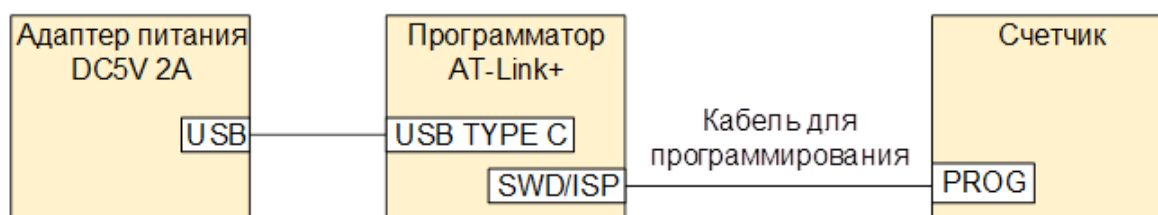

Рисунок 3.1 – Схема программирования
3.2 Подключить адаптер питания к разъему USB TYPE C программатора (рисунок 3.1).